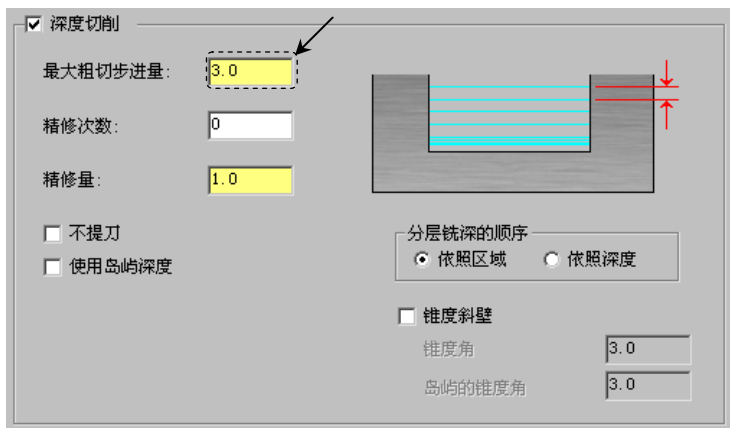

图 9.8.22 “深度切削”参数设置界面
Step10. 设置深度切削参数。单击  **深度切削** 节点，切换到“深度切削”参数界面，设置图 9.8.22 所示的参数。